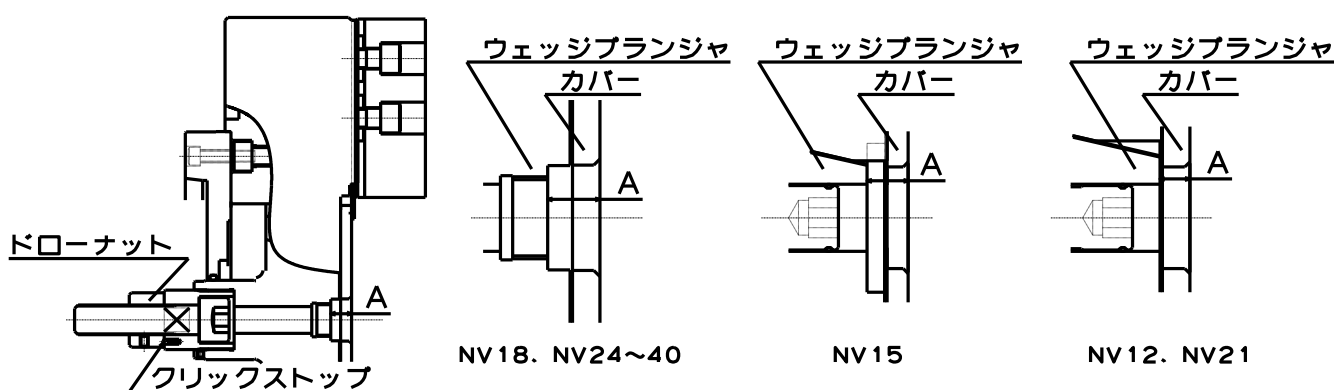

図 22
- ・ シリンダ前進端でのウェッジプランジャの適正位置は、図 22 の寸法 A が表 10 となる位置です。(NV18、NV24～40 はカバー表面からウェッジプランジャの六角穴付スクリーブプラグ取付面までの距離、NV15 はカバー表面からウェッジプランジャのヌスミの端面まで距離、NV12、NV21 はカバー表面からウェッジプランジャの端面まで距離)